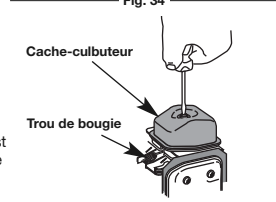

Fig. 35
6. Nettoyez toute saleté autour du cache-culbuteur. Retirez la vis retenant le cache-culbuteur à l'aide d'un tournevis à lame plate large ou à mèche no. T-25 Torx (Fig. 35). Enlevez le cache-culbuteur et le joint.